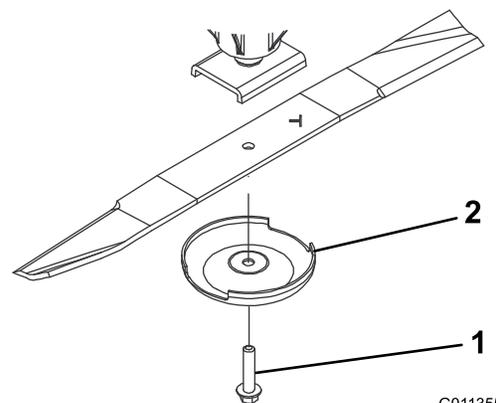

図 124
3. スピンドルのシャフトからブレードボルト、芝削り防止カップ、ブレードを取り外す図 124。